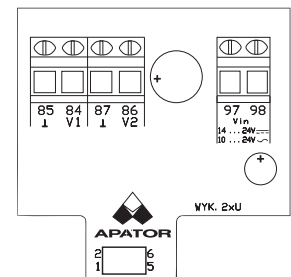

Fig. 29
1. 2x voltage output (Fig. 29):